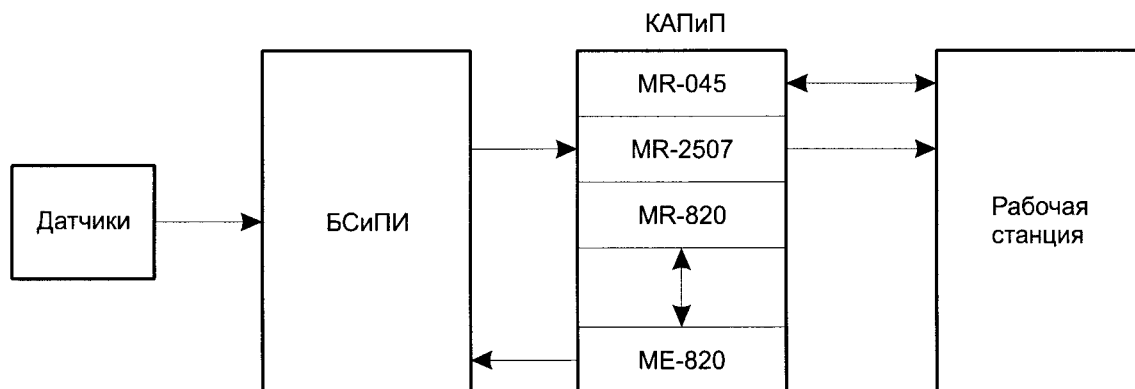

Рисунок 1 – штатная блок-схема комплекса МІС-1500
- щелчком левой кнопки манипулятора «мышь» открыть информационное окно программы (рисунок 1);